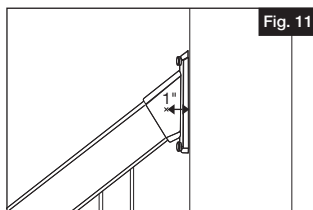

Fig. 11
- b. Empuje los barrotes en el travesaño inferior; en el proceso, compruebe que todas las lengüetas de fijación encajen en el travesaño inferior (Fig. 11).
- Taladre por un lado del soporte de travesaño superior con una broca de  $\frac{5}{32}$ ", a 2.54 cm (1 pulgada) del extremo del soporte (Fig. 11).